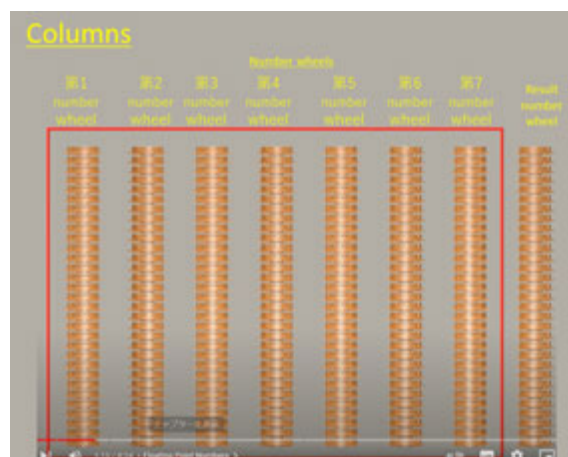
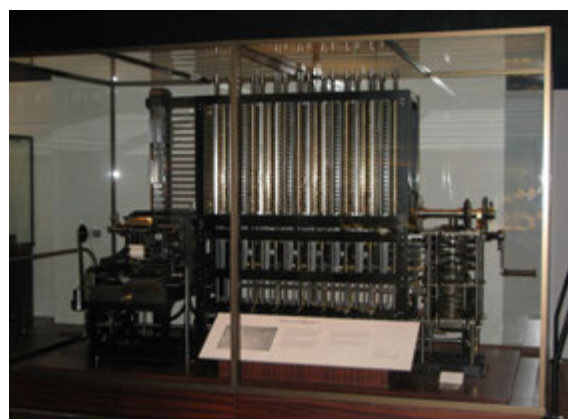

図12: Columns
図13: Babbage Difference Engine
3.4m、高さ2.1m、幅0.5m、重さは約5トンの大きな計算機ができ上がっています。数値は数字歯車を手で回転させてセットし、クランクハンドルを回して計算します。階差機関一号機は20桁で第7階差までの設計でしたが、階差機関二号機は31桁で第7階差まで計算できる性能です(図12)^{*26}。この階差機関二号機の作製にあたり、20世紀の最新の工作機械技術を使わずに、あえて19世紀の技術のみを使い、バベッジが作製を断念したのが技術的理由でないことを証明しました。この20世紀の階差機関二号機の1台目(図13)^{*34}は、現在ロンドン科学